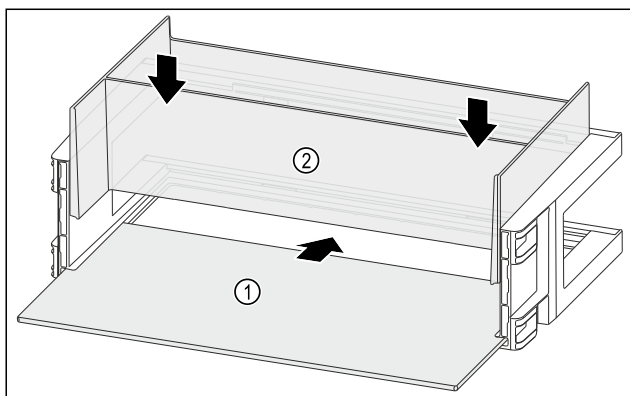

Fig. 98
- ▶ Вкарайте рафта Fig. 98 (1) в страничните прорези.
- ▶ Поставете организера Fig. 98 (2).